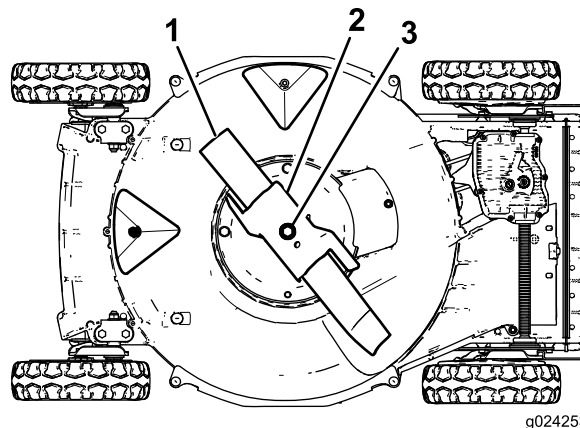

Figura 22
4. Inclinate la macchina sul fianco **destro** (il filtro dell'aria in alto) come mostrato in Figura 22.